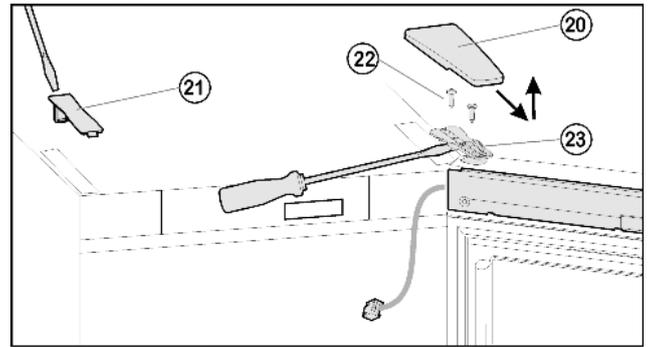
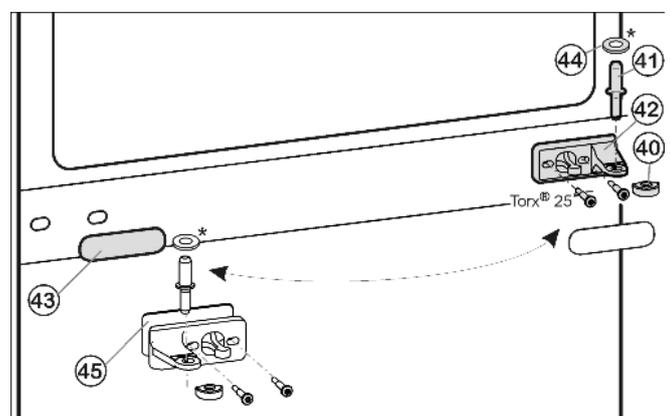
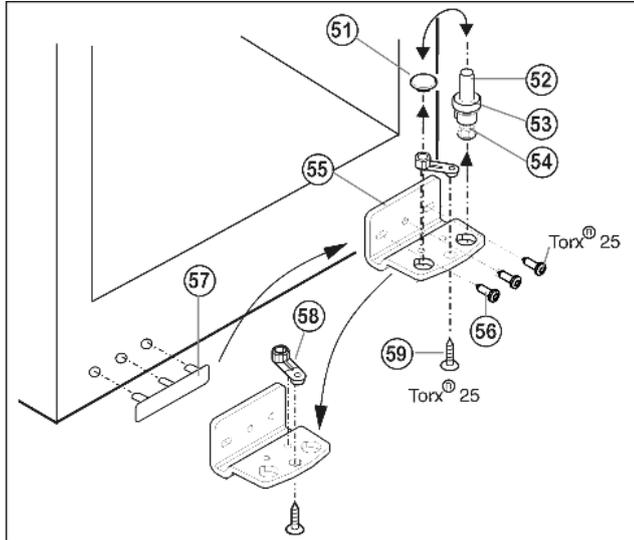

Fig. 6
Fig. 7
Fig. 8
- ▶ Крышку Fig. 6 (20) снимите движением вперед и вверх
- ▶ Снимите крышку Fig. 6 (21).
- ▶ Полностью выверните винты Fig. 6 (22).
- ▶ Снимите дверцу вместе с опорным кронштейном Fig. 6 (23) и кабелем вверх. Для снятия, возможно, понадобится осторожно подцепить опорный кронштейн снизу шлицевой отверткой.
- ▶ Вытащите из опорного кронштейна и нижней дверцы средний опорный палец Fig. 7 (41).
- ▶ Снимите пластмассовый колпачок Fig. 7 (40).
- ▶ Открутите средний опорный кронштейн Fig. 7 (42) (2 шт. Torx® 25).
- ▶ Осторожно снимите накладку Fig. 7 (43).
- ▶ Прикрутите средний опорный кронштейн Fig. 7 (42) с подкладкой Fig. 7 (45) с поворотом на 180° на новую сторону шарнира (с моментом 4 Нм).
- ▶ Защелкните накладку Fig. 7 (43), повернув на 180°, на стороне, где теперь будет ручка.
- ▶ Извлеките опорный винт Fig. 8 (52) в комплекте с шайбой Fig. 8 (53) и регулируемой опорой Fig. 8 (54), вытягивая его вверх.
- ▶ Снимите пробку Fig. 8 (51).
- ▶ Открутите Fig. 8 (56) опорный кронштейн Fig. 8 (55).
- ▶ Открутите Fig. 8 (59) опорную деталь Fig. 8 (58) и, переставив в отверстие на противоположной стороне опорного кронштейна, снова прикрутите.
- ▶ Осторожно снимите и переставьте на противоположную сторону крышку со стороны ручки Fig. 8 (57).
- ▶ Снова прикрутите опорный кронштейн Fig. 8 (55) на новой стороне шарнира (с моментом 4 Нм). При необходимости используйте аккумуляторный шурупверт.
- ▶ Переставьте пробку Fig. 8 (51) в свободное отверстие.
- ▶ Вновь установите опорный винт Fig. 8 (52) в комплекте с шайбой и регулируемой опорой. При этом фиксатор должен быть направлен назад.
- ▶ Установите дверь сверху на опорный палец Fig. 8 (52).
- ▶ Снова наденьте пластмассовый колпачок Fig. 7 (40) на средний опорный кронштейн Fig. 7 (42).
- ▶ Вставьте средний опорный палец Fig. 7 (41) через средний опорный кронштейн Fig. 7 (42) в нижнюю дверцу.
► Установите верхнюю дверцу на средний опорный палец Fig. 7 (41), закройте дверцу и установите верхний опорный кронштейн Fig. 6 (23) так, чтобы он защелкнулся в верхней стороне устройства.
► Закрутите опорный кронштейн Fig. 6 (23) (с усилием 4 Нм). При необходимости просверлите отверстия или используйте аккумуляторную отвертку.
► Защёлкните крышку Fig. 6 (20) и крышку Fig. 6 (21).
► При необходимости выровняйте дверцы через два продольных паза в нижнем опорном кронштейне Fig. 8 (55) и среднем опорном кронштейне Fig. 7 (42) параллельно корпусу устройства. Для этого выкрутите средний винт на нижнем опорном кронштейне Fig. 8 (55).